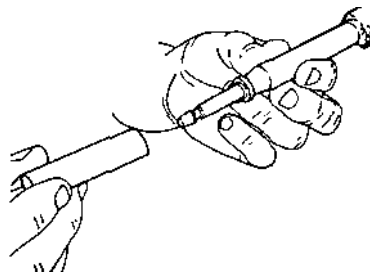

Рис. 7.25.
- осмотреть толкатель и регулировочную втулку на предмет отсутствия предельного износа и повреждений (рис. 7.25);